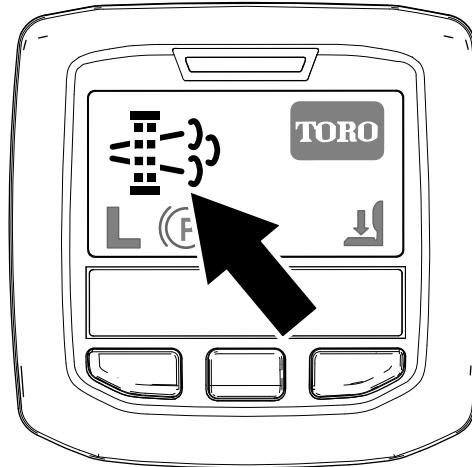

Figura 39
- Nell'InfoCenter viene visualizzata l'icona di richiesta rigenerazione parcheggiata (Figura 39).